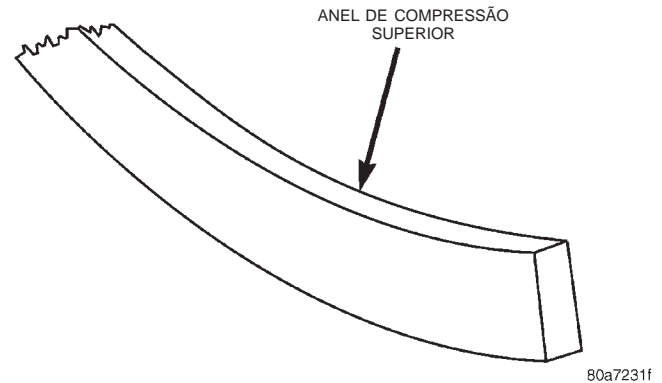

Fig. 11 Identificação do Anel de Compressão Superior
(5) Os anéis de controle de óleo são simétricos e podem ser instalados com qualquer lado para cima. Não é necessário usar uma ferramenta para instalar os trilhos superior e inferior. Insira primeiro o espaçador do trilho de óleo e, depois, os trilhos laterais.
(6) Os dois anéis de compressão são diferentes e não são intercambiáveis. O anel de compressão superior pode ser identificado pelo revestimento lustroso na superfície de vedação externa e pode ser instalado com qualquer lado para cima (Fig. 11).